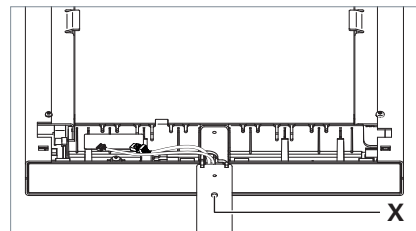

Fig. 11: Neigung einstellen.
- ▶ Heben Sie den Leuchtenkopf an bis er waagrecht ausgerichtet ist, und drehen Sie die Justierschraube **X** gegen den Uhrzeigersinn handfest gegen das Tragrohr, siehe Fig. 11.